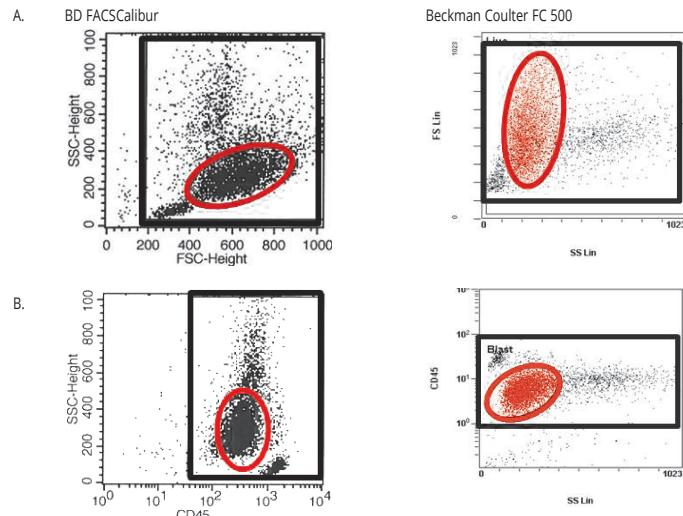

FIGURA 1. Metodi di gating usati per ottenere valori di riferimento di CD117, CD25 e CD71.
8. Analizzare in citometria a flusso usando il gating delle cellule anomale e/o un "Live" gate leucocitario totale da un diagramma CD45/SSC o FSC/SSC. Vedere la Figura 1.